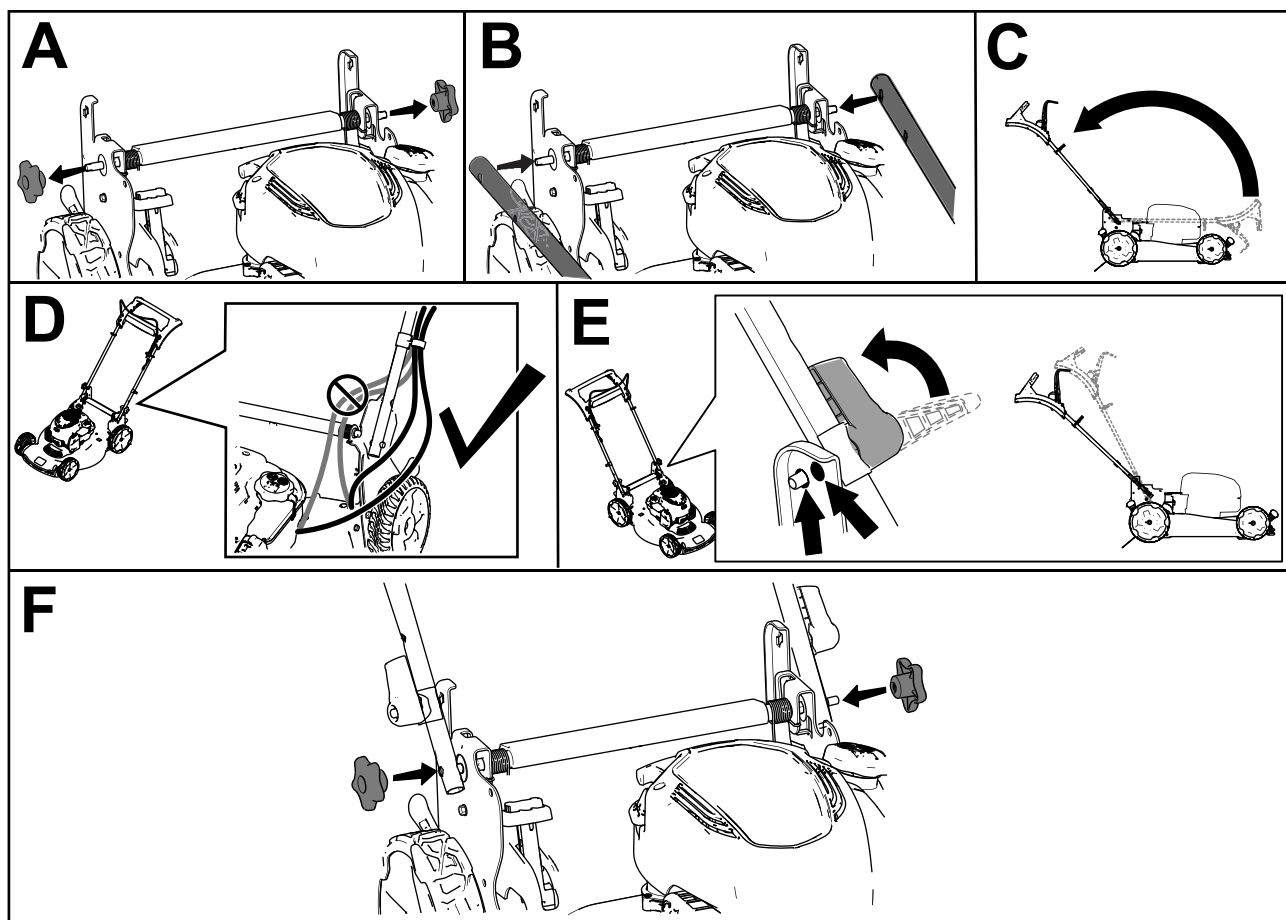

Figura 3
**Nota:** Assicuratevi che i cavi siano disposti all'esterno della stegola e che non vengano schiacciati (D della Figura 3).